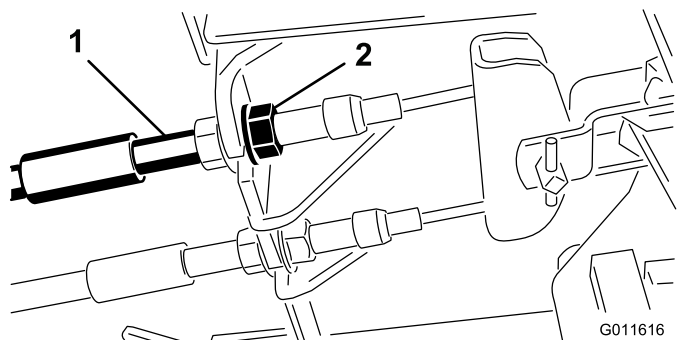

Figura 72
1. Para reduzir a folga dos pedais dos travões, aperte os travões desapertando a porca dianteira que se encontra na extremidade rosca do cabo dos travões (Figura 72).